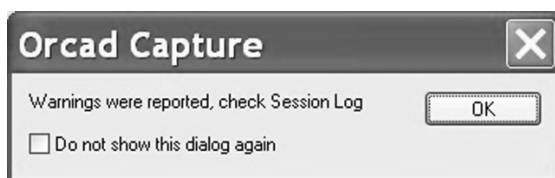

图 2.18 警告信号
2. 删除 0V 符号然后对电路重新进行仿真，将会出现如图 2.18 所示的警告信息，要求检查仿真状态记录，通常情况下仿真状态记录在 Capture 屏幕底部。